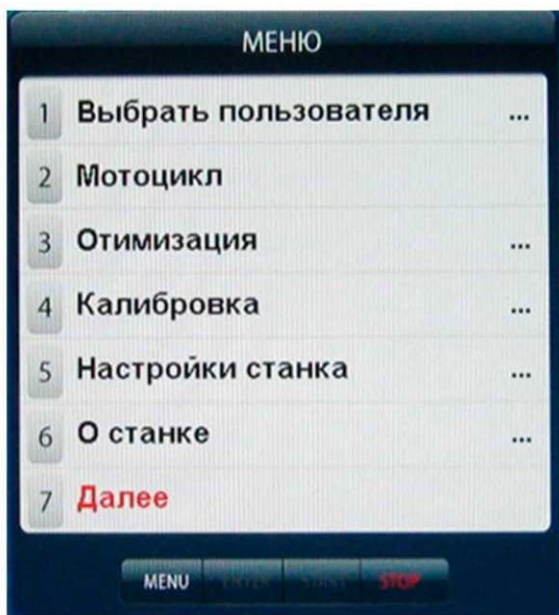
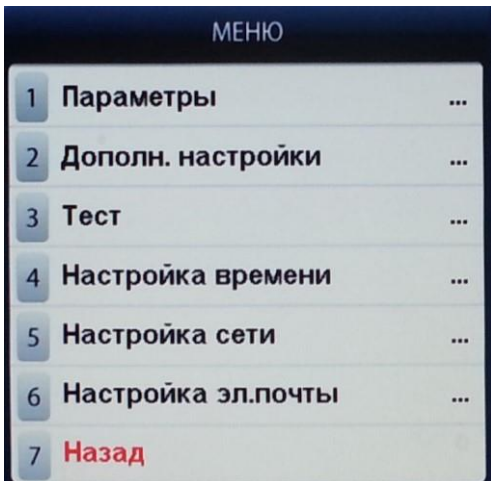
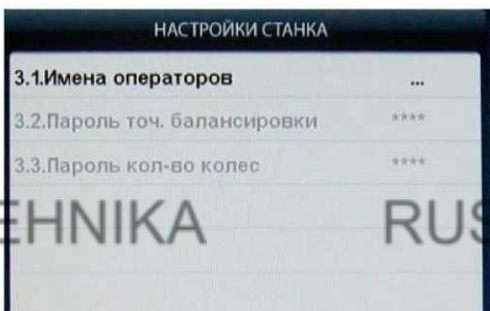
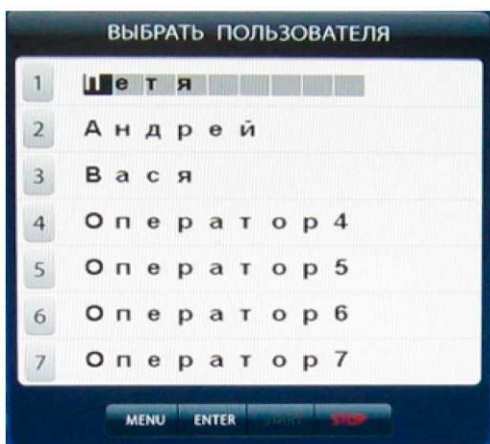

рис.15.1.
рис.16.1
рис.16.2
рис.16.3
15.2. Для входа в программу «Opt» нажмите кнопку «MENU» после чего на экране монитора появится окно (рис.15.1). Далее выбрать программу «Оптимизация», нажав кнопку 3, после чего на экране монитора появится окно (рис.15.2). Далее выполните операции согласно указаниям в окне (рис.15.2).
16.2.1. Нажмите кнопку «MENU». На экране появится окно MENU (рис.15.1), нажмите кнопку 7 «Далее» на экране появится окно второй страницы MENU (рис.16.1). Выберите «Дополн. настройки», нажав кнопку 2, на экране откроется окно «Настройки станка» (рис.16.2). Нажмите кнопку 1 «Имена операторов» на экране откроется окно «Выбрать пользователя» со списком операторов, (рис.16.3).
16.3.1. Нажмите кнопку «MENU». На экране появится окно MENU, нажмите кнопку 1 «Выбрать пользователя» на экране появится окно «Выбрать пользователя» со списком задействованных операторов (рис.16.3).
Программное обеспечение СБ содержит целый ряд параметров, позволяющих максимально приспособить СБ к потребностям потребителя. Для настройки параметров нажмите кнопку «MENU» на экране монитора появится окно MENU (рис.15.1). Нажмите кнопку 5 «Настройки станка» на мониторе появится окно настроек (рис.17.1).
181. Балансировочный станок, при подключении к сети Интернет, позволяет отправлять письмо на электронную почту с информацией о работе станка. Для этого необходимо подключить станок кабелем Ethernet категории 5е длиной не более 75 м. Разъем Ethernet находится на задней стенке станка. Необходимо выполнить настройки времени, сети, и электронной почты. Для этого нажмите кнопку «MENU». На экране появится окно MENU (рис.15.1), нажмите кнопку 7 «Далее» на экране появится окно второй страницы MENU (рис.16.1) после чего выберете соответствующий пункт меню.